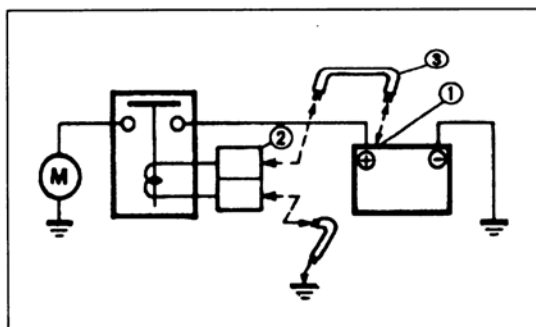

Bild 48
- Pluskabel des Starters mit Überbrückungskabel (mit entsprechendem Querschnitt – hohe Stromstärke) direkt an Batterie-Pluspol legen (Bild 48): Starter muss arbeiten.